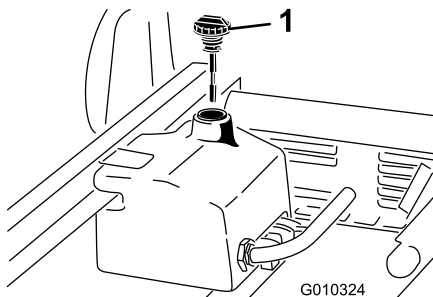

図 19
1. 油圧オイルタンクの注油口周辺をきれいに拭き、キャップを外す図 19。
3. 補給口の首からディップスティック図 19 を抜き、ウェスできれいに拭う。